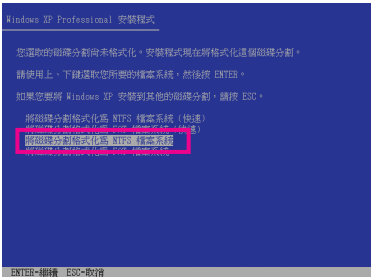

图3
- 3. 以格式化为 NTFS 文件系统为例，开始进行操作系统安装 (图3)。